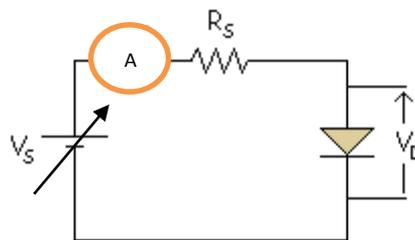

Figura 01. Circuito para hallar la curva característica del diodo semiconductor.
**5.1 Curva característica del diodo.-** Simular el circuito de la figura 01 en Proteus, armar el circuito en protoboard,  $R_s = 1\text{ k}\Omega$ ,  $V_s$  deberá variar desde 0.2 a 5 Voltios en pasos de 0.2 V. Para cada paso, se deberá anotar los valores de  $I_D$  y  $V_D$ .